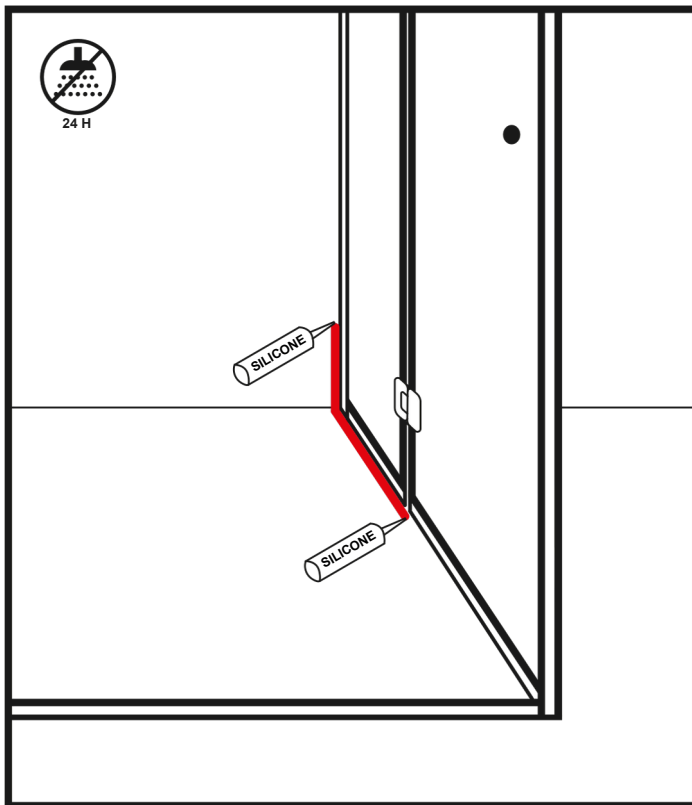
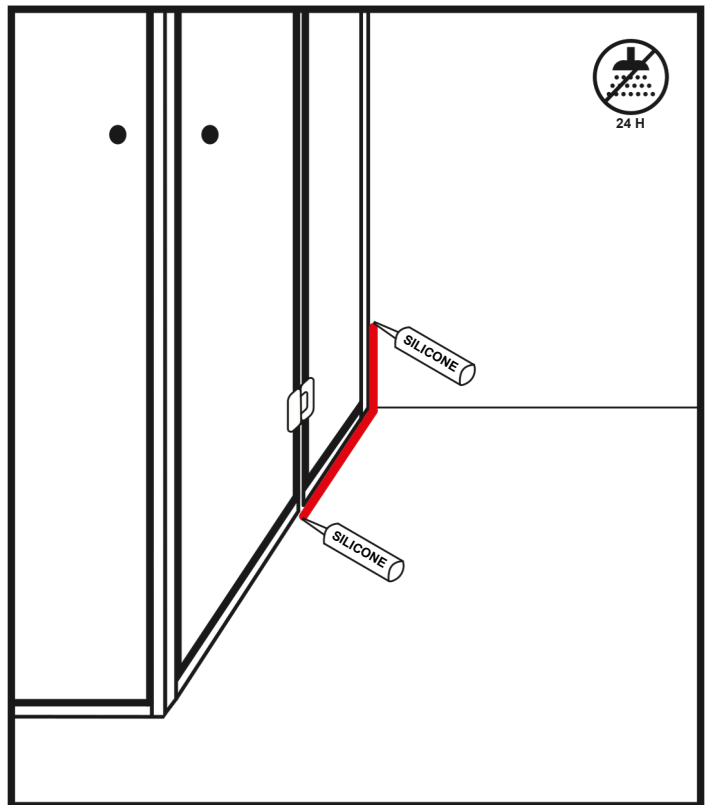
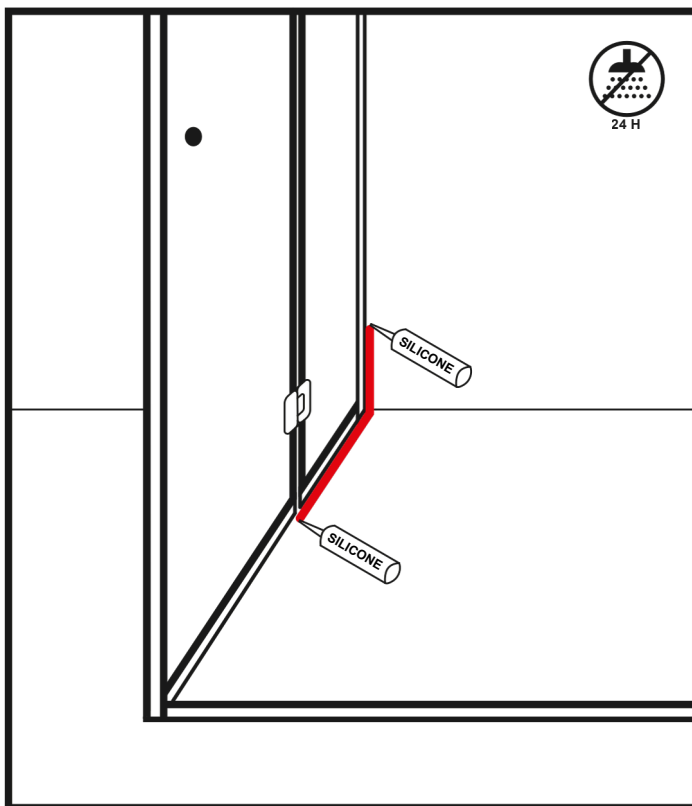
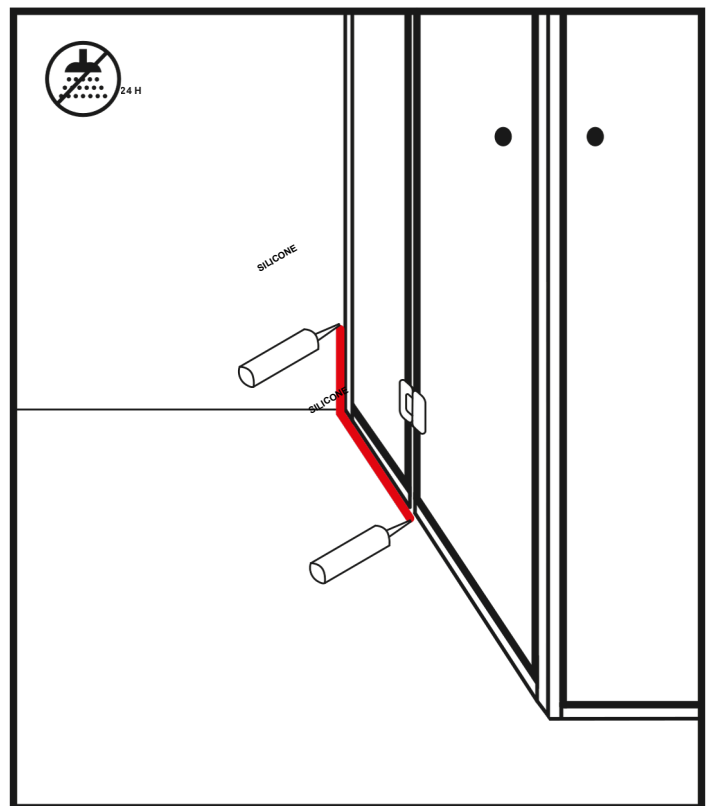

Abbildung 11
Abbildung 12
Abbildung 13
Abbildung 14
43. Tragen Sie einen gleichmäßigen Silikonstreifen auf die Kanten der U-Leisten im Duschaum (Abbildung 11 und Abbildung 13) sowie außerhalb des Duschaums (Abbildung 12 und Abbildung 14) auf.